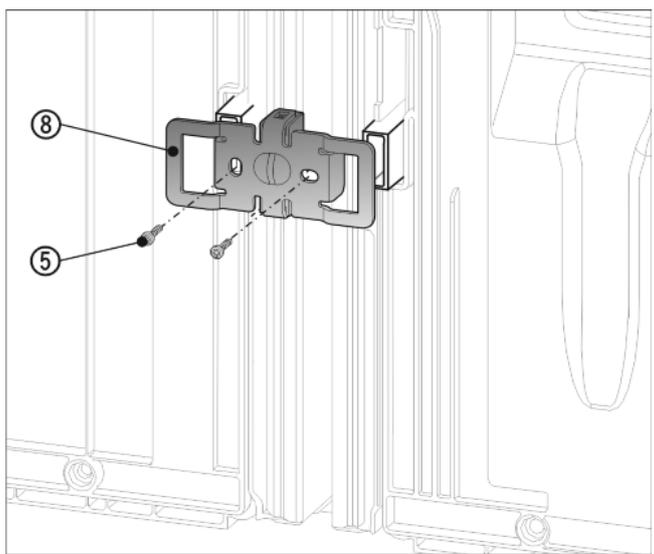

Fig. 12
- ▶ Spingere di nuovo la squadra Fig. 12 (8) con gli incavi sull'alloggiamento per i supporti a parete.
- ▶ Avvitare saldamente con 2 viti Fig. 12 (5).